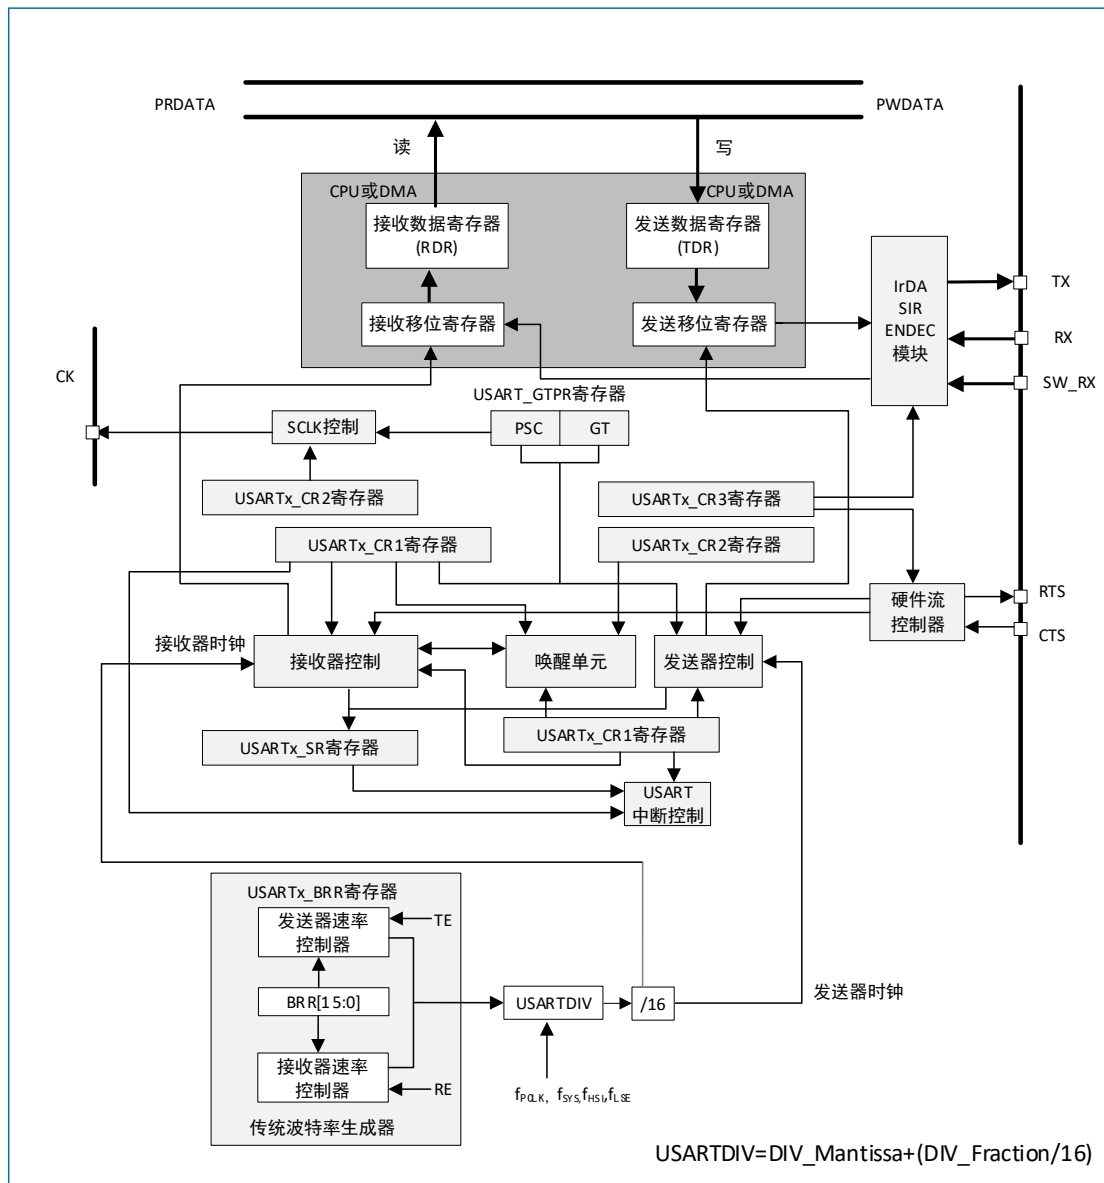

图 26-1 USART 框图
接口通过三个引脚与其他设备连接在一起（详见图 26-1）。任何 USART 双向通信至少需要两个管脚：接收数据输入 (RX) 和发送数据输出 (TX)：
在 USART 发送期间, 在 TX 引脚上首先移出数据的最低有效位。在此模式里, USARTx\_DR 寄存器包含了一个内部总线和发送移位寄存器之间的缓冲器 (详见图 26-1)。